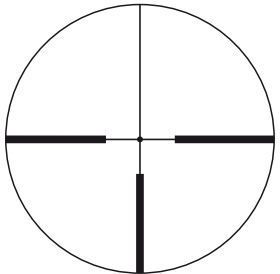

Fig. 3-1
(1) Fokusering
- ① Titta genom okularet med ögat ca 10 cm (4 tum) från okularlinsen. Då ser du hårkorset IL #4 med Dot (bild 3-1). Se till att ditt öga befinner sig i rätt läge och på rätt pupillavstånd, i annat fall kan det bli "svart".
- ② Rikta objektivet mot himlen (EJ mot solen) eller mot en slät, omönstrad vägg.
- ③ Vrid okularjusteringen moturs och sedan medurs och justera så att hårkorset framträder skarpt.